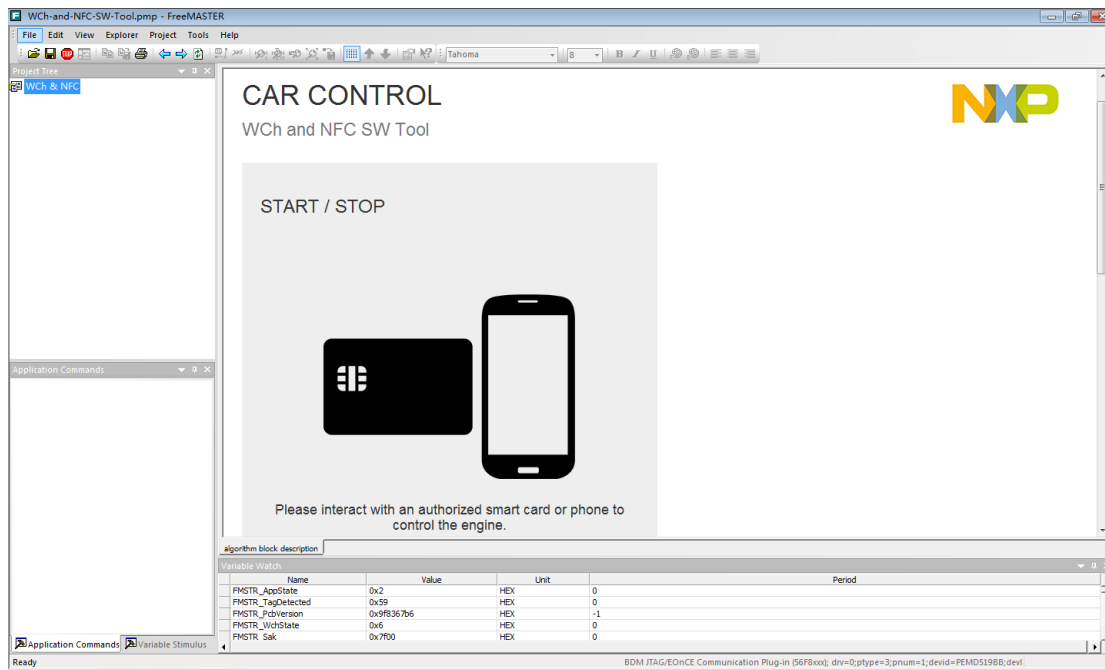

图 4.41 汽车控制模式初始状态截图
**Car Control:** 此模式可以演示用授权 NFC 设备控制汽车启动，汽车控制模式初始状态如图 4.41 所示，在汽车中，NFC 不仅可以用于信息娱乐功能，它也是一种能够安全解锁和启动汽车的技术。汽车控制模式演示了一种安全的端到端认证方法，使用 NFC 可以启动汽车的引擎。这种安全认证是通过交换 APDUs 来实现的，遵循 ISO 7816-4 标准。为了控制虚拟引擎，采用 AES 128 位 CBC 算法实现了一种质询和响应机制。